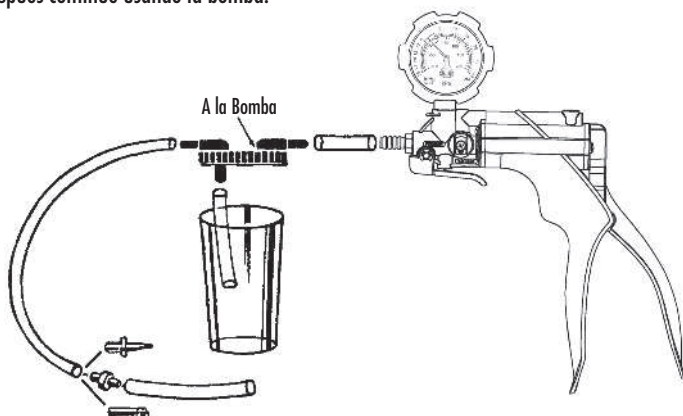

FIGURA 18: JUEGO DE PURGA DEL FRENO
3) Introduzca deslizando $1\frac{1}{2}$ " de tubo entre la bomba y la tapa del vaso del depósito, en el orificio marcado "TO PUMP" (a la bomba) (FIGURA 18).